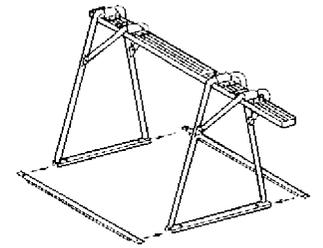

Fig.2
3. Das Bockgerüst in die Arbeitsposition umdrehen und beide unteren Verbindungsstangen anbringen. Mit Hilfe der vier Mutterschrauben befestigen (siehe Abb.2)